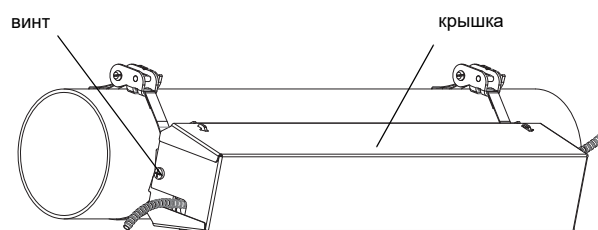

Рис. 8.46: Монтажное крепление СКЗ с датчиками на трубе
- Поставьте крышку на рельс (смотри Рис. 8.46).